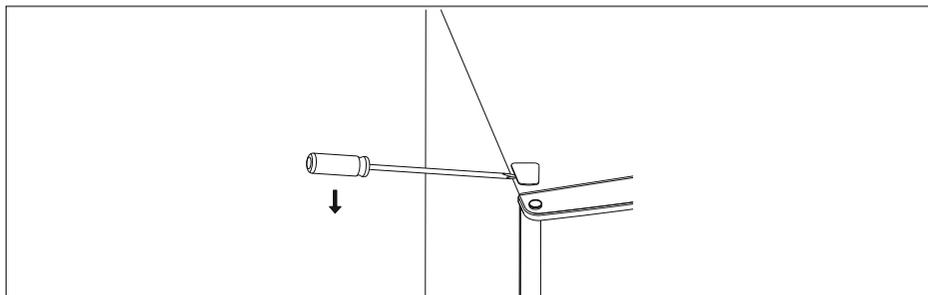

Fig. 4
- ▶ Retire la cubierta de los orificios de tornillo del lado izquierdo, p. ej., con un destornillador de ranura (véase la **fig. 4**).